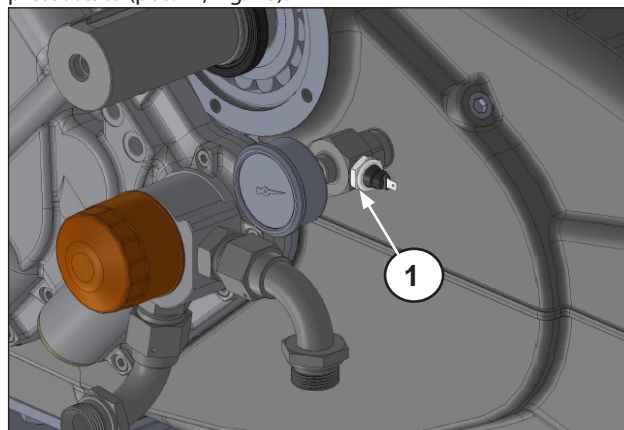

Fig. 16
Desparafuse e remova o manômetro, a conexão, o bocal e o pressostato (pos. ①, Fig. 16).